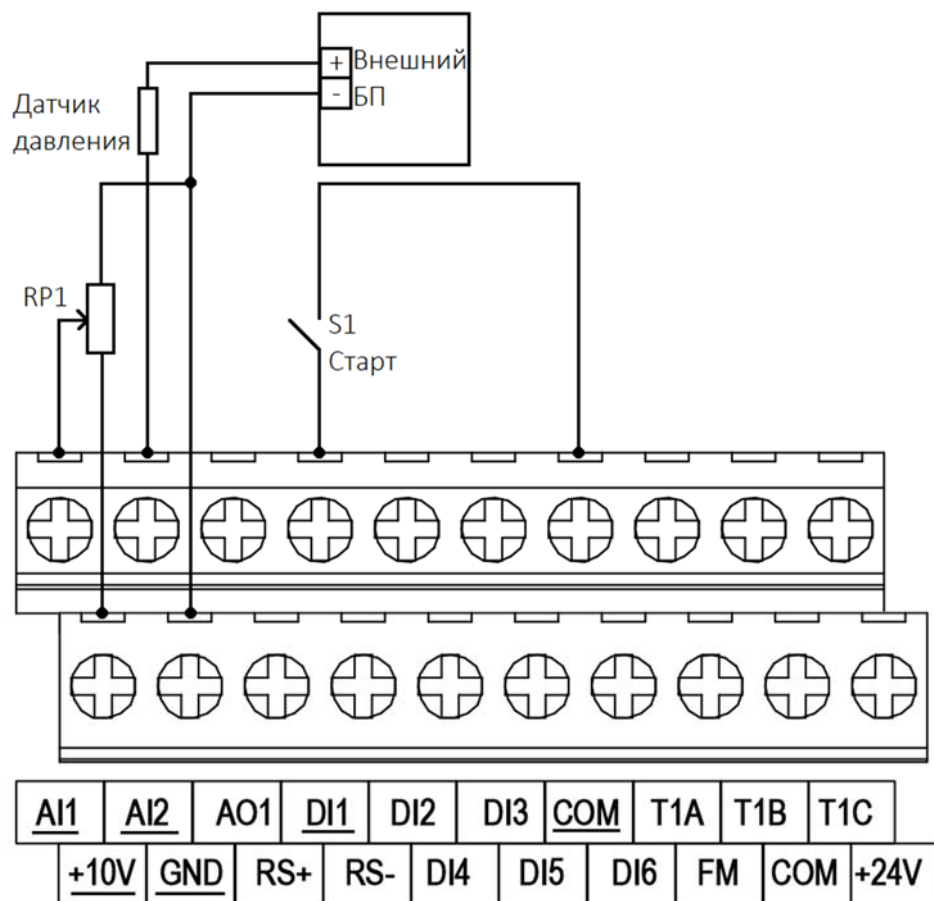

Рисунок 2. Схема подключения датчика давления к VFD1 (используется внешний источник питания)
- С использованием внешнего источника питания (Рис. 2)